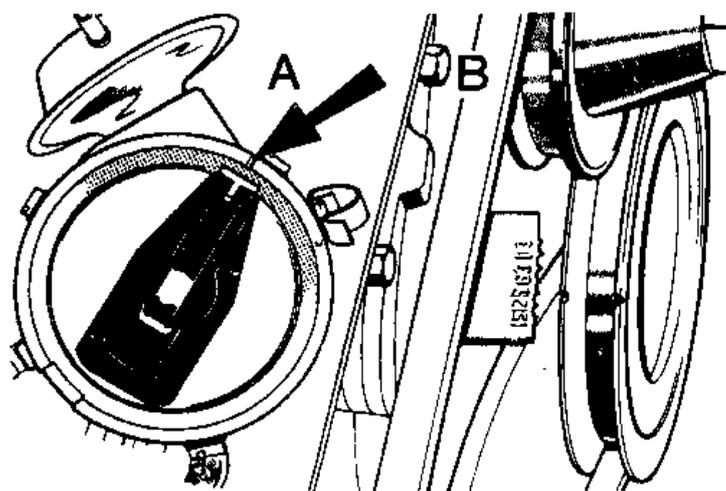

Рис. 4.24. Двигатель установлен на 9° перед в.м.т. цилиндра №1 (Разд. 16)
20. Установите двигатель на точку 9° перед в.м.т. и проверьте, указывает ли бегунок распределителя на прорезь в корпусе распределителя (Рис.4.24).